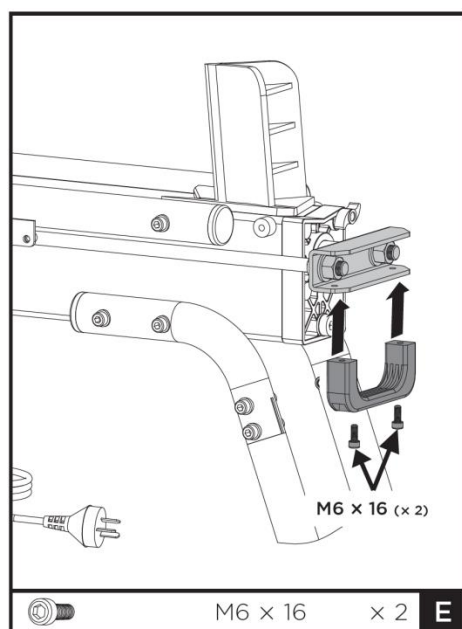

Fig. 5
1. Fissare la maniglia di sollevamento (b) alla staffa a U utilizzando due bulloni M6x16 (E). Fare riferimento alla Fig. 5.